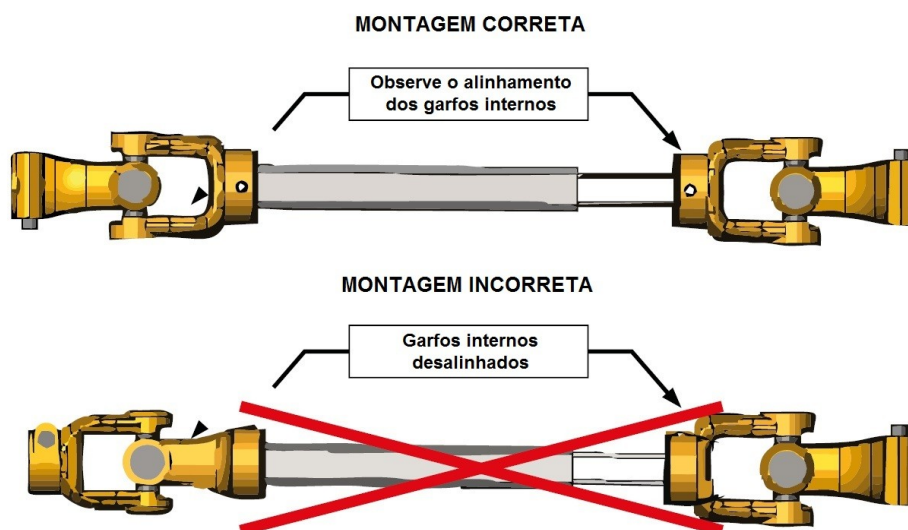

Figura 4.1 – Alinhamento do eixo cardã.
- Os terminais internos devem estar alinhados conforme se verifica na figura 4.1;